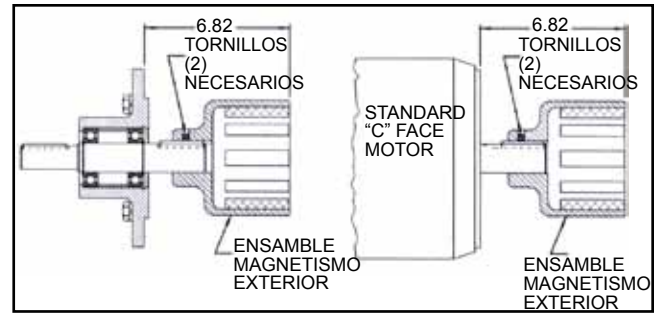

FIGURA 32
1. Compruebe si los imanes tienen algún objeto metálico sujeto. Retire cualquier material extraño. Coloque el magnetismo exterior según dimensión (Ver Figura 32). Aplique Loctite y apriete los tornillos en el motor o en la llave del porta cojinete y el eje.
2. Si el soporte no está sujeto a la base, sujételo (See Figure 33). Monte el motor o porta cojinete al soporte y sujete con los (4) tornillos de 0,5". Introdúzcalo y gire los imanes a mano para asegurarse que no hay interferencia. Si se produce deslizamiento, compruebe la dimensión en la Figura 32 o contacte con fabrica.